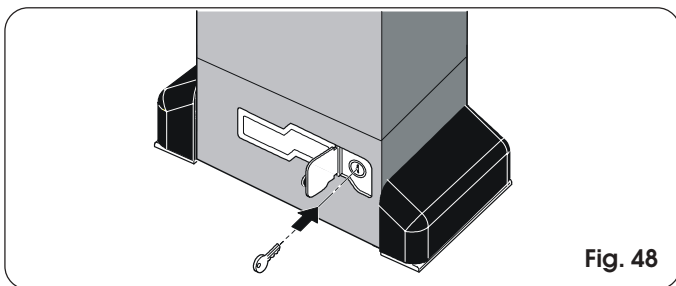

Fig. 48
1) Open het beschermeurtje en steek de speciale, bijgeleverde sleutel in het slot (fig. 48).